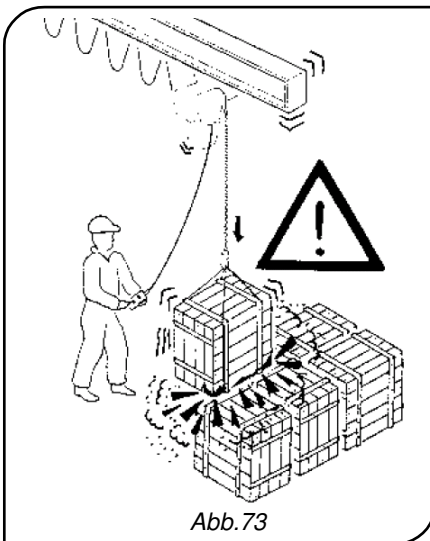

Abb. 73
- **NIE** mit der Last oder dem Arm gegen die Werkshallenbauten, Maschinen und Anlagen stoßen (Abb. 73).